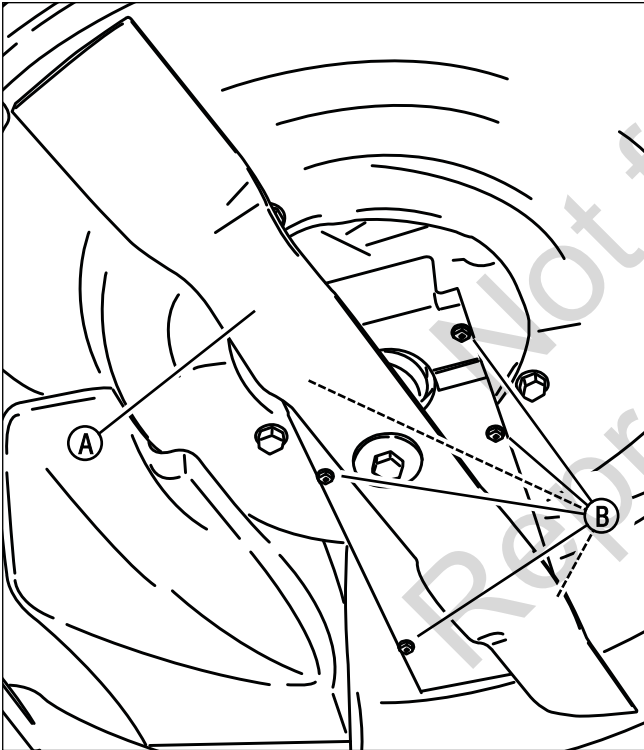
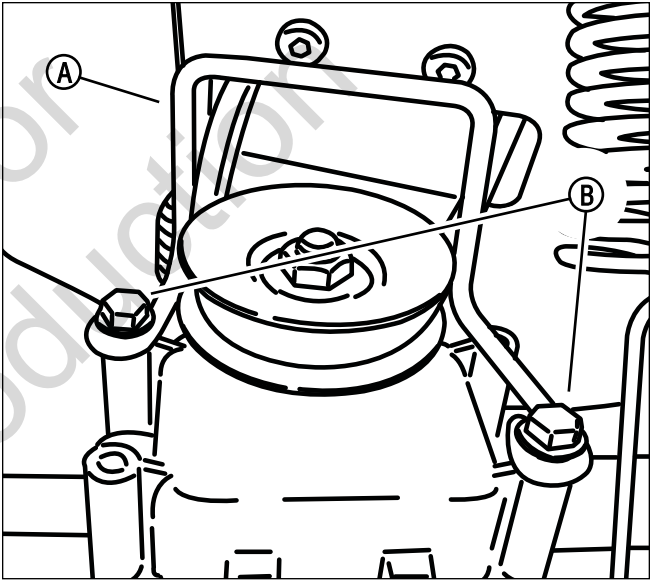

Figura 21: Desmontaje de la cuchilla y la cubierta de la correa
Figura 22: Desmontaje de la cubierta trasera.
2. Desmonte la cuchilla (A, Figura 21). Consulte la Sección titulada "Afilado de la cuchilla".
3. Remueva los herrajes (B) que aseguran la cubierta (de dos piezas) de la correa debajo de la plataforma. Desmonte la cubierta.
- a. Remueva los herrajes (B, Figura 22) que aseguran la guía de correa (A) al conjunto de la transmisión. Remueva la guía de la correa.